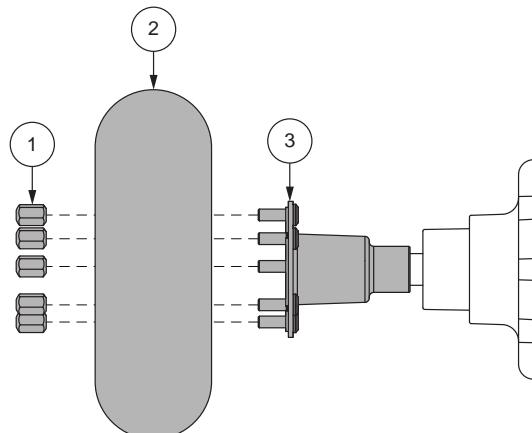

Figura 22. Ruota motrice smontata
4. Rimuovere i dadi ad aletta. Vedere figura 22.